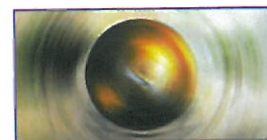

**Figura 13.**
- **Desenfocar y desenfoque más (nº1 figura 13):** estos primeros filtros crean un sencillo desenfoque de la imagen. No tienen parámetros configurables y la única manera de desenfoque más una imagen es aplicando varias veces el filtro. En el ejemplo hemos aplicado en primer lugar el filtro desenfoque y luego añadimos dos veces consecutivas el filtro desenfoque más. El resultado lo podéis ver en la imagen 1 de la figura 13.
- **Desenfoque de movimiento (nº2 figura 13):** podremos crear con este filtro desenfoques de movimiento. Se usa mucho para simular desplazamientos rápidos de fondo tales como los que aparecen en algunos anuncios de coches simulando velocidad. Los parámetros seleccionables son el ángulo que
- **Desenfoque gaussiano (nº3 figura 13):** crear un desenfoque parecido al que elaboramos con desenfoque y desenfoque más aunque con este nuevo filtro de desenfoque podemos seleccionar la cantidad de desenfoque que queremos con respecto al valor que otorguemos al parámetro radio. En el ejemplo, nosotros aplicamos un desenfoque gaussiano de radio 9,4.
- **Desenfoque suavizado (nº4 figura 13):** otro de los desenfoques que podemos crear es este desenfoque suavizado que precisamente lo que hace es eso, suavizar el desenfoque en función de varios parámetros configurables. Como parámetros nos encontramos radio, umbral, calidad (alta, media, baja) y modo (normal, solo borde, superponer borde).